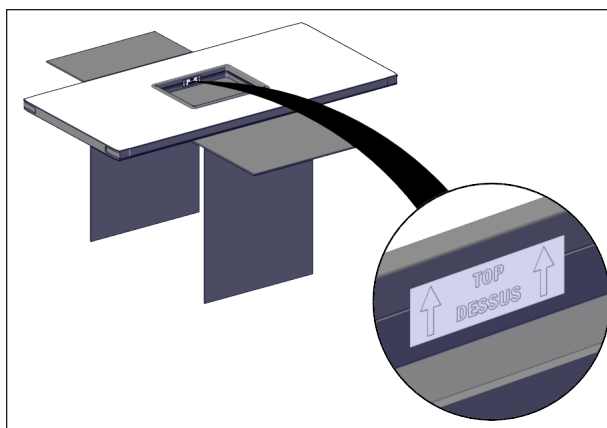

FIGURE 18: INSTALLATION DES PANNEAUX
1. Placer le panneau central, avec une ouverture au centre, sur la surface d'installation (Figure 18). S'assurer que l'étiquette « Top/Dessus » située dans l'ouverture du panneau est adéquatement orientée.